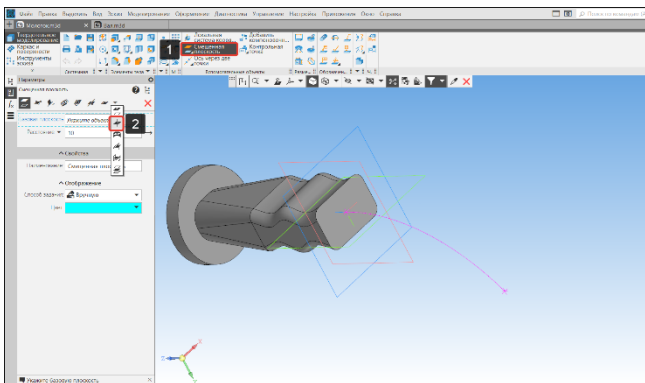

Рисунок 156 – Плоскость через точку перпендикулярная к ребру
- Построим дополнительную плоскость. На панели Вспомогательные объекты выберем команду Смещенная плоскость (1) подоперация Плоскость через точку перпендикулярно к ребру (2) (Рисунок 156);